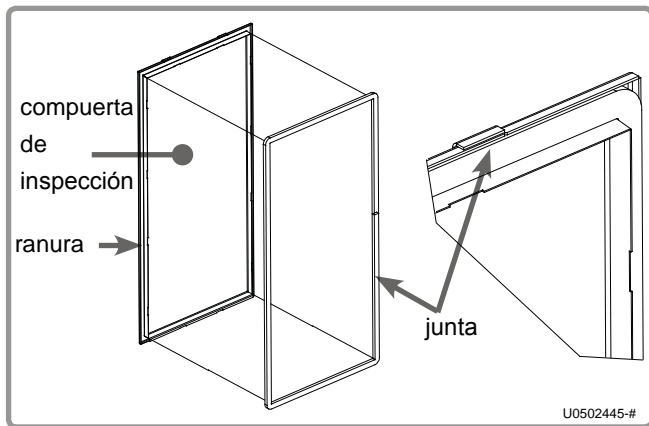

figura 45 - Sustitución de las juntas de la puerta
- Retire las juntas de su ranura y sustitúyalas por las nuevas juntas incluidas en el kit de mantenimiento (ver figura 45).